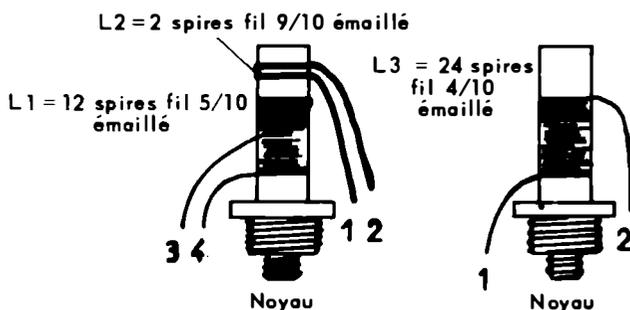

Fig. 265.
**Les bobinages.** (figure 265). Ils s'exécutent sur mandrin isolant de  $6\ \text{mm}$  de diamètre avec noyau réglable.